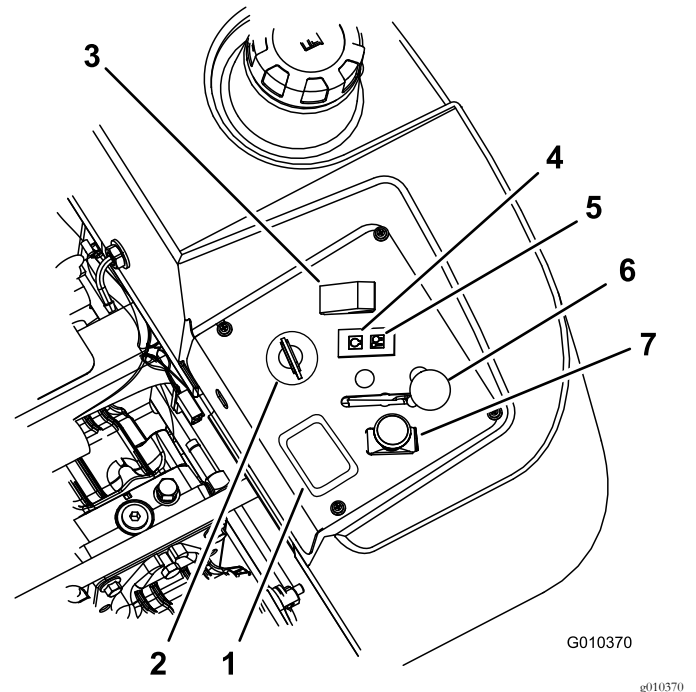

Figura 13
4. Mueva la toma de fuerza (PTO) a la posición Desengranada (Figura 13).